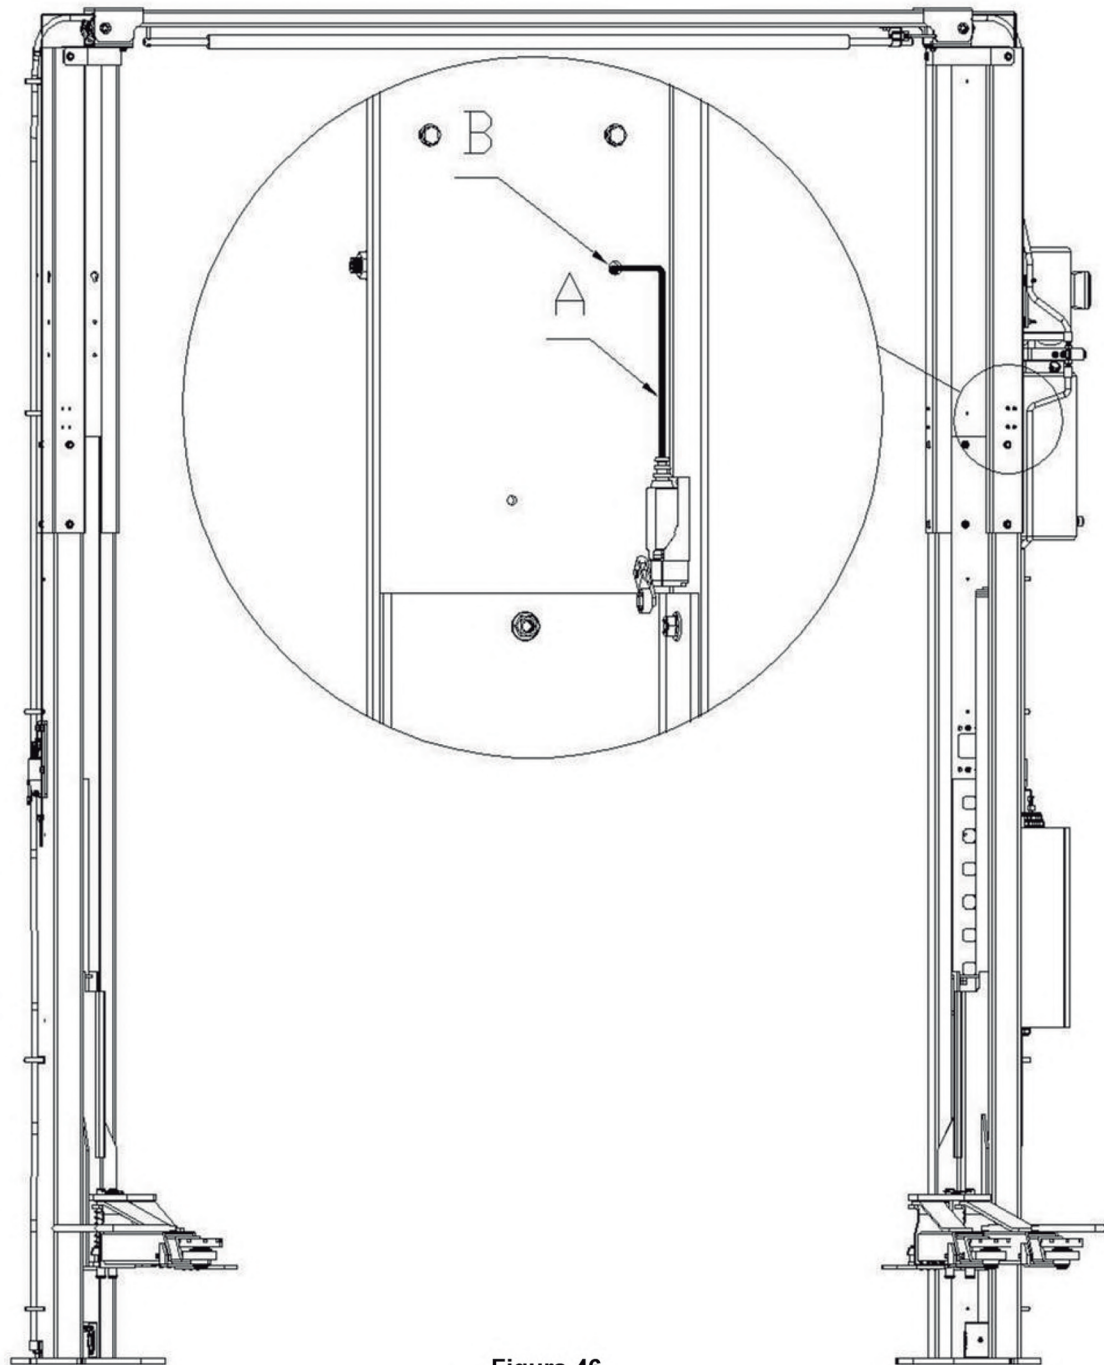

Figura 46
7.4.3 Conexão do circuito para chave limitadora de altura. (Figura 46, 47, 48)